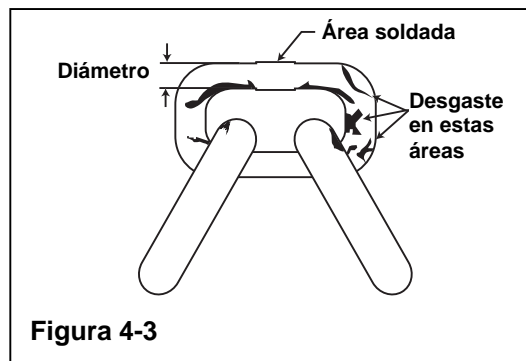

Figura 4-3
- Paso 2. Enganche una carga a la grúa y haga elevar y descender el compensador. La cadena debe enrollarse y desenrollarse con facilidad en el compensador. Si la cadena de carga salta, se atasca o hace ruido, inspeccione cada uno de los eslabones para verificar que no tengan torceduras, rajaduras en la zona de la soldadura o apoyo, canaletas y muescas transversales, salpicaduras de soldadura, picaduras de corrosión, estriación, desgaste general, incluso en las superficies de rodamiento entre los eslabones de la cadena, y disminución del diámetro del eslabón (Consulte la Figura 4-3).